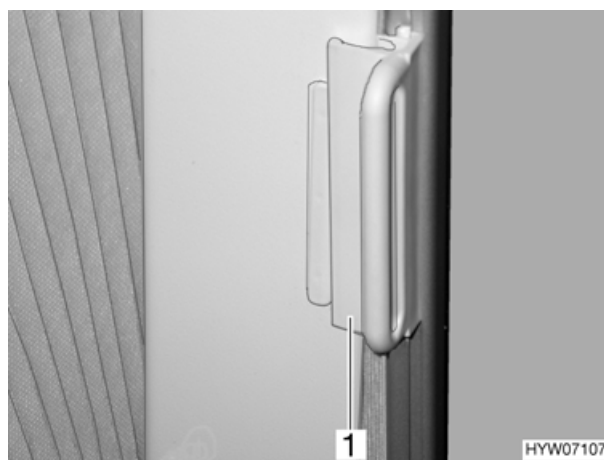

Fig. 10 Bloccaggio tendine oscuranti pieghevoli finestra del guidatore/passeggero
- Durante la marcia le tendine oscuranti pieghevoli per il parabrezza, la finestra del guidatore e del passeggero devono essere aperte, bloccate e fissate tramite il bloccaggio (Fig. 10,1).